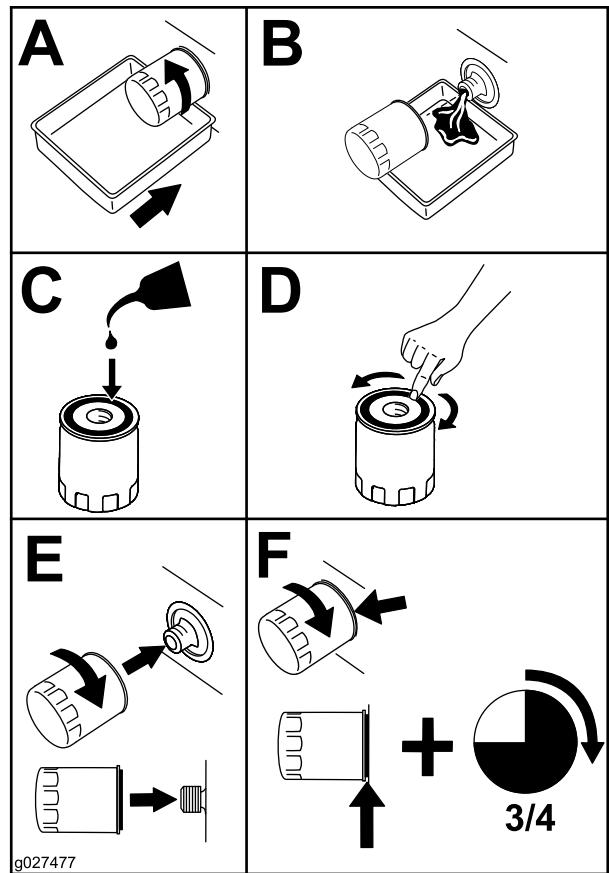

Figure 40
5. Remplacez le filtre à huile moteur (Figure 40).